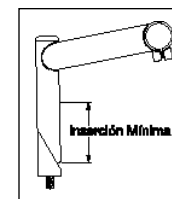

Fig. 1
- Para tubos de dirección con rosca, introduzca el eje superior de la horquilla a una profundidad mínima conforme con la CPSC y las normas JIS. El eje superior de la horquilla deberá introducirse a una longitud mínima no menor de 2.5 veces el diámetro del eje superior de la horquilla desde el extremo inferior del eje (sin cuña, consulte la Fig. 1)